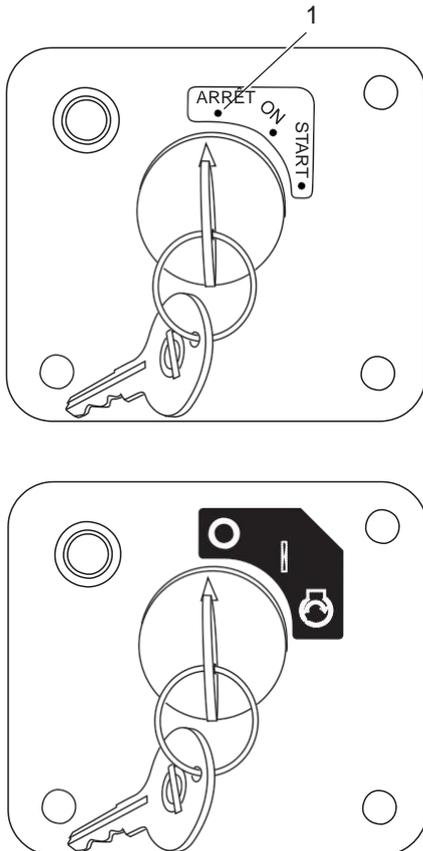

Figure 21 K0001549D-01X
Tournez la clef sur ARRÊT (**Figure 21, (1)**) et enlevez-la du contacteur.